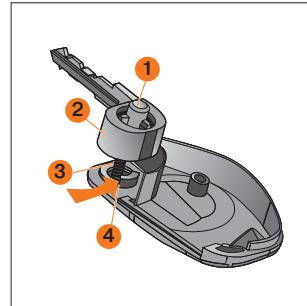

Рис. 5. Устройство ключа с ПДУ
Во время разъединения корпусов ключа под воздействием пружины кнопки ключа **3** (рис. 5), головка ключа **2** и кнопка ключа **1** выпадут со своих штатных мест.
7. Совместить выступающий наружу ус пружины **3** с пазом нижнего корпуса ключа **4**, обозначенным стрелкой (рис. 5).